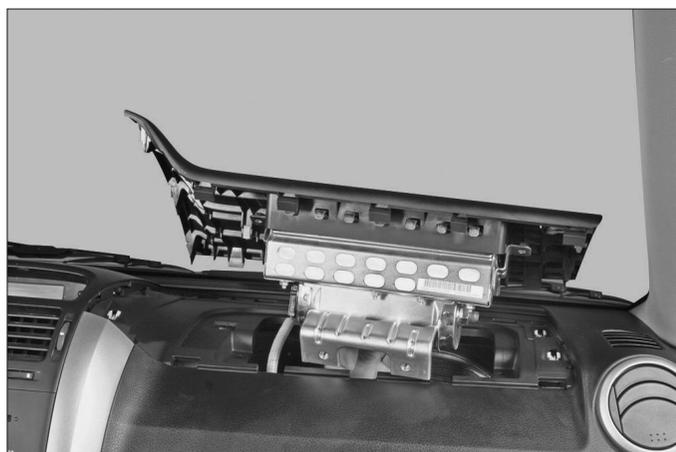

FIG. 11
- Extraire délicatement le module d'airbag par le haut (Fig.11).